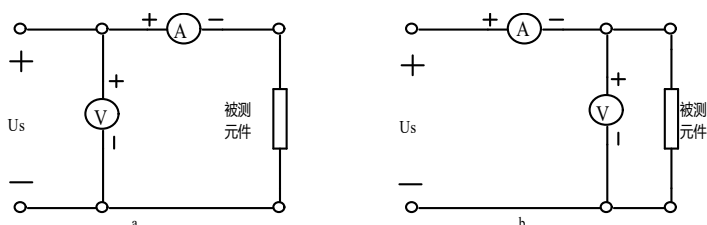

图 4
1) 线性电阻元件的正向特性测量，分别采用方法一和方法二，电路见图 4。电压表可不用固定接在电路中，电压表两端接专用带测试表笔的导线，测量时直接用测试表笔插到测试点既可。电源的输出电压要从 0 开始，调到电压（电流）为各给定值时（见附表 1、附表 2），对应测出电流（电压）值，方法一测出的数据对应记入附表 1、附表 2。方法二的测试数据对应记
1) 正向特性的测试。测电流用毫安表，测电压可用万用表直流 50V 档，分别在元件 D3、D4 正极接电流表“-”端，电流表“+”端再接直流稳压电源“+”端或高电位端，如图 4 所示，D3、D4 的负极接电源“-”端。测量时无论监视电压读电流，还是监视电流读电压，采用方法一或方法二，电源电压都应从 0 起调。为使特性曲线测得准确，先从低到高给出一定电压（电流）值（不能超过规定值），预测一次，由预测结果描出曲线的草图，然后再根据曲线形状合理选取电压（电流）值进行正式测量。曲线曲率大的地方，测量点要选密些，反之疏些，一定要测出拐点、导通电压（电流突然变大）等有特征的点，达到能完整、真实的测出元件的特性曲线。测量结果记入附表 5、附表 7、附表 9、附表 11。